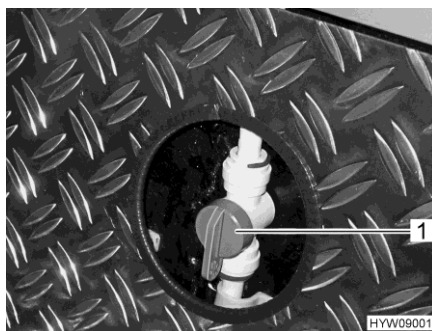

Fig. 170 Válvulas de alimentación (calentamiento del garaje trasero)
- Ajustar la manija (Fig. 170,1) en la válvula de alimentación para la calefacción del garaje trasero en posición paralela a la tubería de calefacción. Ahora, la calefacción del garaje trasero estará funcionando a máxima potencia.
- Ajustar la manija (Fig. 170,1) en la válvula de alimentación para la calefacción del garaje trasero en cualquier posición. De este modo, se podrá ajustar la distribución de agua caliente al garaje trasero de modo continuo.
- Ajustar la manija (Fig. 170,1) en la válvula de alimentación para la calefacción del garaje trasero en posición transversal a la tubería de calefacción. Ahora, la calefacción del garaje trasero estará desconectada.